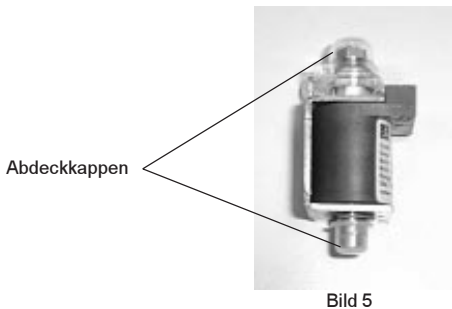

Bild 5
4. Abdeckkappen entfernen (Bild 5). Neue Modulationsspule aus Umbausatz wieder senkrecht auf das Ventil setzen.